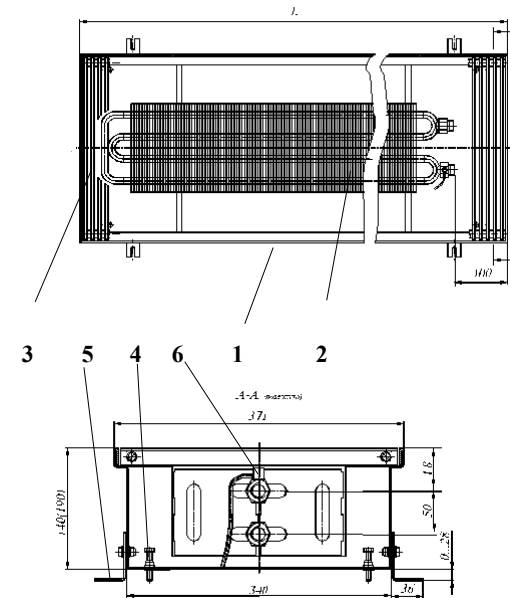

Рис. 1 Конвектор КРКД 37.14(19).060...300 концевой
Конвекторы имеют (см. рис.1,2):
4.2 Размеры и технические характеристики изделий представлены на Рис.1, 2 и в таблице 1, 2.
- 5.4 После соединения теплового пакета с трубопроводами и запуске системы отопления, при необходимости, выполнить удаление воздуха. Для этого свободный конец пластиковой трубки воздушоспускного клапана 6 (см. рис.1) опустить в заранее приготовленную емкость для слива воды. Ключом отвернуть клапан на 0,5-1,5 оборота. После удаления воздуха, клапан закрыть.